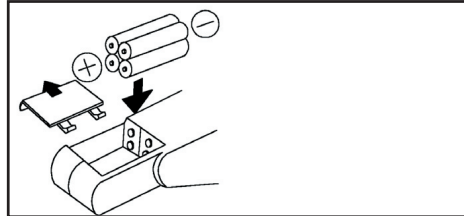

Figure 1
- Glisser le couvercle du compartiment pour piles en direction montrée dans la figure 1. Insérer 4 piles AA de 1,5 V ou des piles sèches UM3 selon les polarités indiquées dans le compartiment.